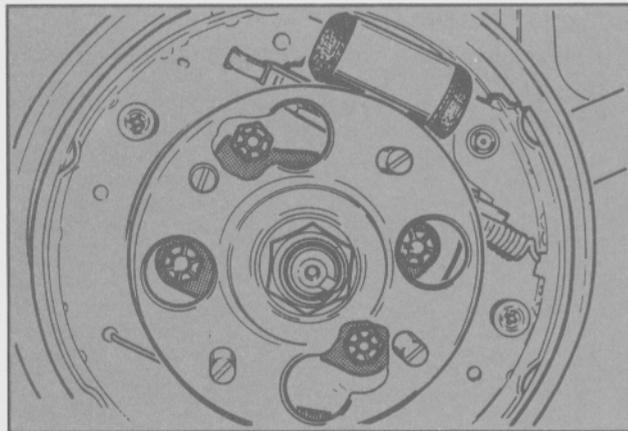

Fig. 8 - Tornillos de fijación de la masa de rueda.
- Desmontar las masas de rueda de los brazos inferiores de suspensión (4 tornillos). Extraer las mazas de rueda, los semiejes, plato portafrenos y las tapas de plástico de las juntas de transmisión (Figs. 8 y 9).